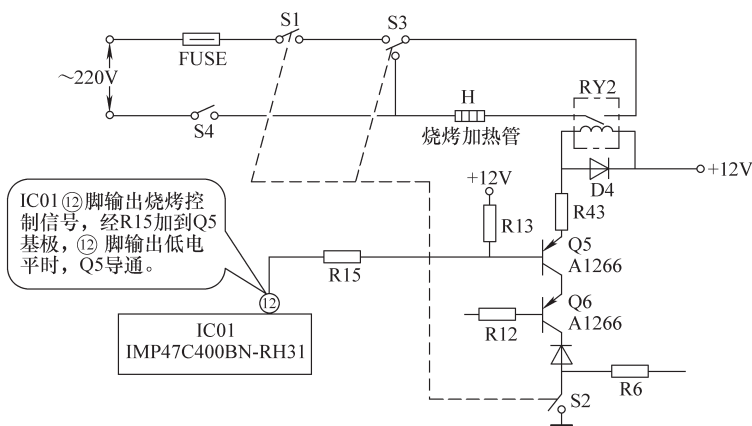

图 4-54 烧烤火力开关控制电路
故障机型微波炉中，设置有石英管加热烧烤功能，其工作原理如图 4-54 所示。
在该机中，R5 主要用于输出烧烤控制信号，如图 4-54 所示。当 IC01 的⑫脚输出 0V 低电平时，Q5 导通，RY2 导通，烧烤加热管有 220V 电压加入。当 R15 脱焊或开路时，Q5 的基极就不受 IC01 ⑫脚输出控制，而是在 R13 的偏置电压作用下始终处于反偏截止状态，故烧烤功能无效。